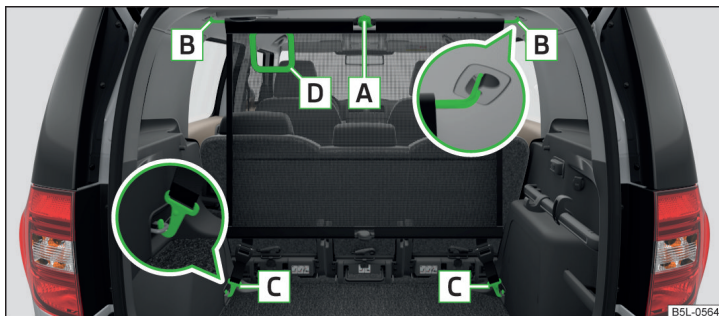

Fig. 106 Peretele despărțitor din plasă aflat în spatele banchetei
- Așezați bara transversală în prinderea B » fig. 106, mai întâi într-o parte și apăsați-o spre înainte. Așezați în mod similar bara transversală în cealaltă parte, în prinderea B.
- Apăsați pe tasta roșie a articulației A » fig. 106. Articulația se desprinde.
Orificiul D » fig. 106 din peretele despărțitor cu plasă este prevăzut pentru executarea centurii de siguranță cu prindere în trei puncte » pagina 15.